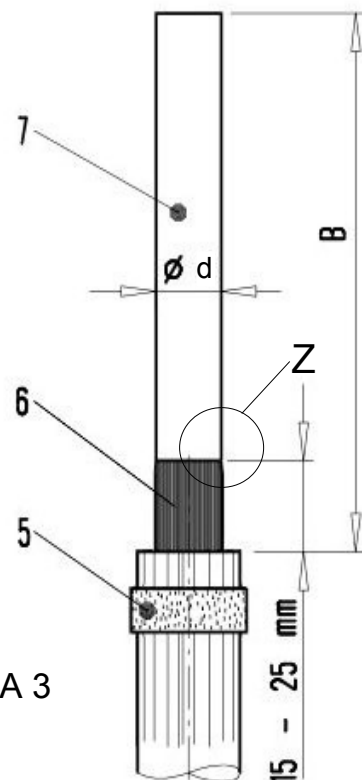

FIGURA 3
2- Cortar o cabo como indicado na FIGURA 3 obedecendo a medida indicada "B" na tabela 3. Tirar a camada semi-condutora (6) sem danificar a CAMADA SOBRE A ISOLAÇÃO (7) na medida indicada na figura 3. Verifique se o diâmetro sobre a CAMADA DE ISOLAÇÃO "d" atende para a terminação a ser montada conforme TABELA 1.